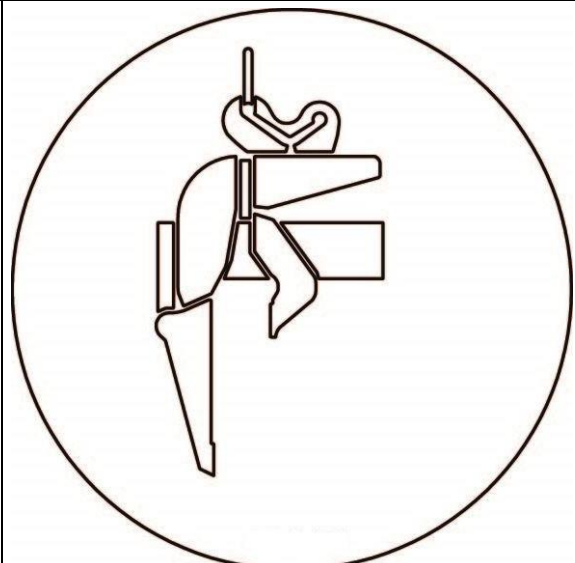

Bild B1 (Position Leerhub)
- Danach das geöffnete (arretierte) Gerät (WEZ) mit dem verschiebbaren Greifbacken (9) am Querholm mit Verstelllöcher (10) die kleinstmögliche Greifweite einstellen.
- Hierzu Klappstecker (A) öffnen und dann Steckbolzen (B) entnehmen und nach erfolgter Greifbereichseinstellung wieder einstecken u. mit Klappstecker (A) sichern. → **siehe Bild A**
-  Vor dem Anheben des bloßen Gerätes (WEZ ohne Greifgut) ist darauf zu achten, dass die Wechselautomatik (4) eingerastet ist und das Gerät somit geöffnet bleibt.
WICHTIG: die Einhängeöse (1) muss sich in der **hinteren** Position (siehe Bild B1 „Leerhub“) der Aufhängelasche (2) befinden. → **Bild B/Bild B1**